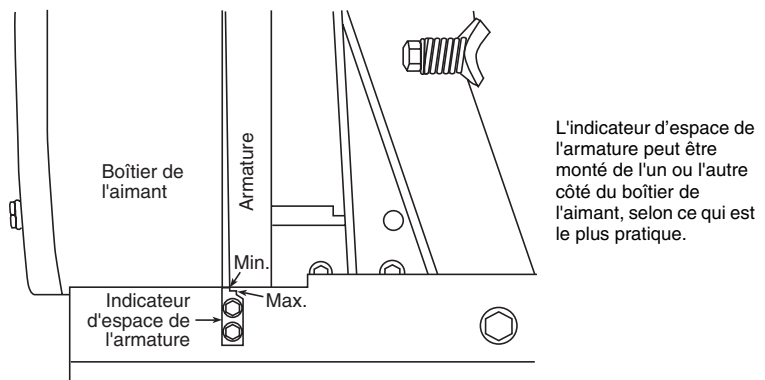

Figure 3 : Indicateur d'espace de l'armature
L'indicateur d'espace de l'armature (T) indique le réglage minimum et maximum admissible d'espace de l'armature. Il est monté sur le châssis, près du bas du boîtier de l'aimant (voir la figure 3).
Au fur et à mesure de l'usure des garnitures, l'espace de l'armature augmente. Le frein étant serré, l'espace de l'armature est correct lorsque l'intérieur de l'armature s'aligne avec le bord intérieur du cran fendu de l'indicateur d'espace de l'armature (T). L'espace maximum admissible est indiqué par le bord extérieur du cran fendu de l'indicateur d'espace de l'armature (figure 3). L'écrou d'arrêt (J) doit être réajusté avant que l'espace de l'armature n'atteigne la limite maximale admissible.